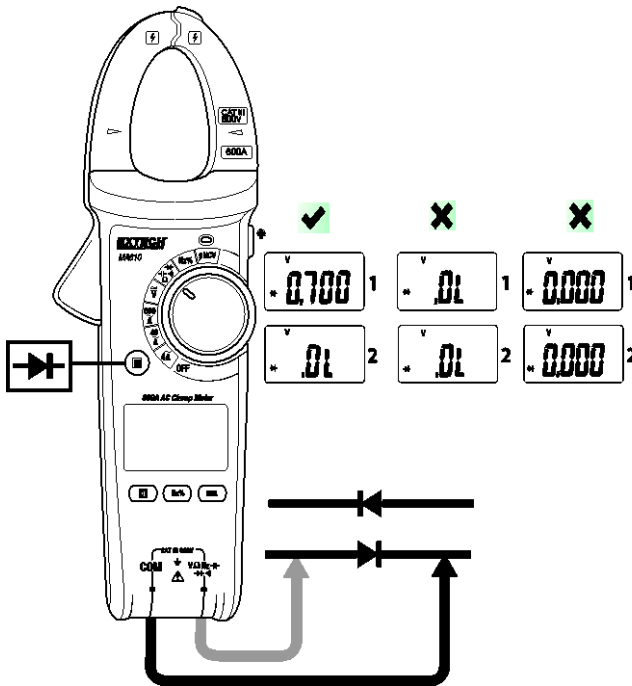

Fig. 8 – Pruebas de Diodo
3. Inserte el conector banana del cable negro de prueba en el enchufe negro (COM) y el conector banana del cable rojo en el enchufe rojo (V). Ver Fig. 8.